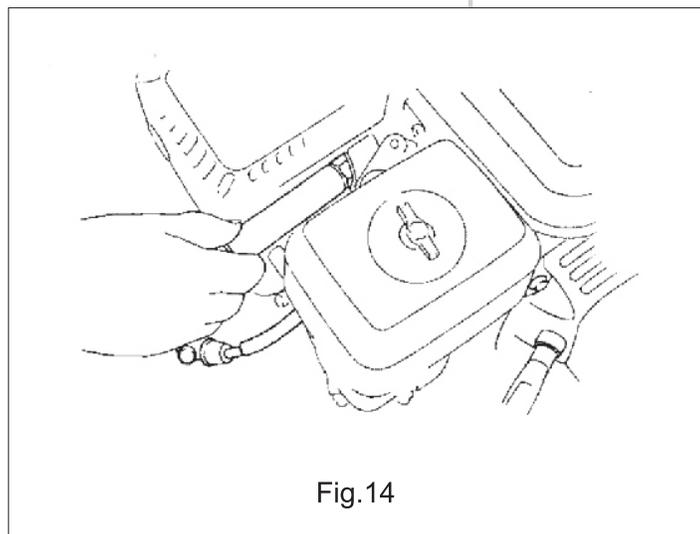

Figura 14
- E) Después de instalar una nueva bujía en forma manual, ajustarla medio círculo con la llave (1/8 hasta 1/4 para la bujía utilizada). Ver figura 14.